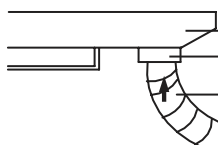

Fig.24
- (1). Para determinar la posición de la manguera de desagüe, siga el siguiente procedimiento.
- (2). Introduzca el tubo de desagüe en la salida de desagüe de la unidad y ajuste la abrazadera con cinta. (Fig.24)
- (3). Conecte la extensión al tubo de desagüe y fije la abrazadera con cinta.